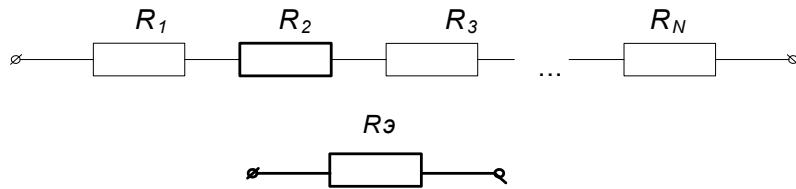

Рисунок 1
*Последовательное соединение элементов.* Соединение элементов называют последовательным, если в них протекает один и тот же ток (рис.1).